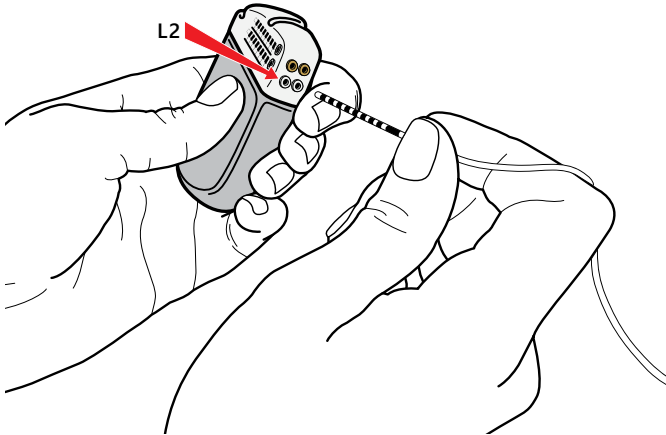

Figure 49. Connexion au port L2 du GII
1. Connecter la sonde-extension de l'hémisphère gauche au port L2 (Figure 49).